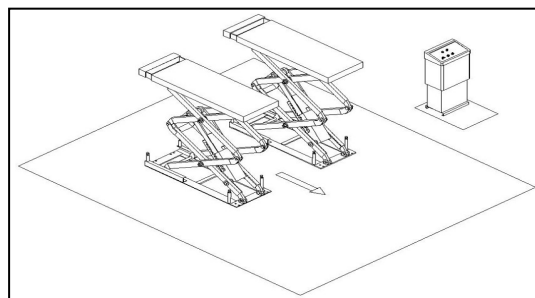

рис. 7
- не входить в опасную зону при подъеме автомобиля (рис. 7)
Во время опускания платформ и автомобиля, оператор не должен находиться под подвижной установкой. В этот период оператор должен всегда находиться в зоне управления (рис. 7).